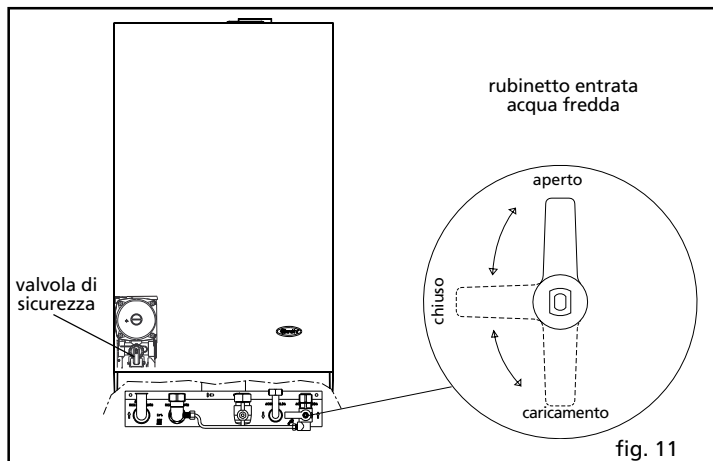

fig. 11
- portare la leva del rubinetto di entrata acqua fredda sulla posizione "caricamento" (fig. 11) fino a che l'idrometro, posto sul pannello comandi (fig. 12), indica valori di pressione compresi tra 1,5 e 2 bar.
- posizionare successivamente la leva (fig. 11) sulla posizione "aperto"
- posizionare la leva del rubinetto di entrata acqua fredda su di una posizione diversa da "caricamento" (aperto o chiuso) (fig. 11)
- tirare verso di sé la levetta della valvola di sicurezza (fig. 11) fino a svuotamento caldaia
- posizionare la leva del rubinetto di entrata acqua fredda su "chiuso" (fig. 11)